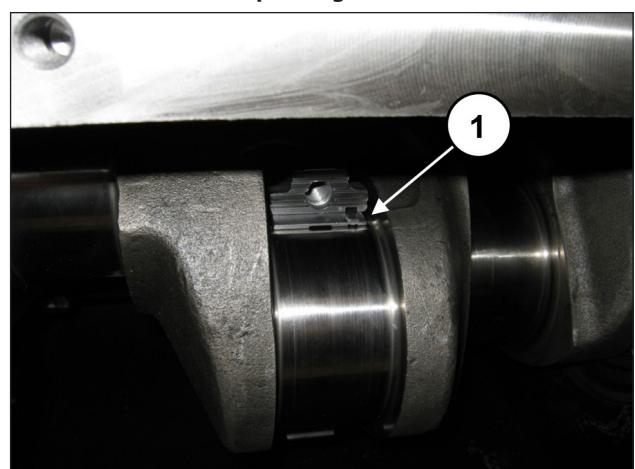

Fig. 67
Insérer les demi-coussinets supérieurs entre les bielles et l'arbre (rep. ①, Fig. 67).